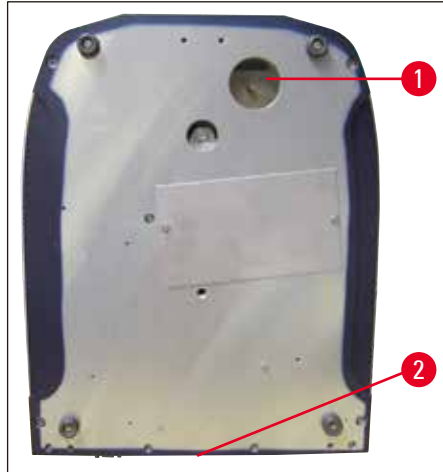

图 7
- (→ 图 7) 仪器底部。
- 连接排液管 (→ 图 7) 到仪器底部 (→ 图 7-1)。